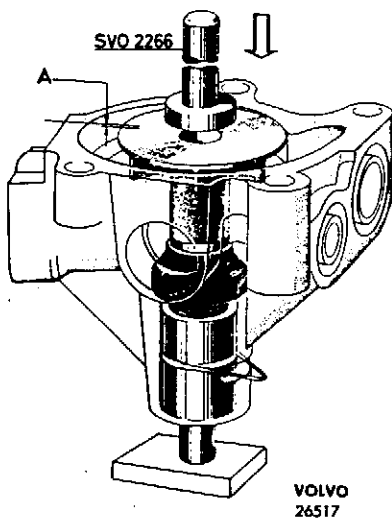

Abb. 80. Einbau des Flügelrades
3. Das Flügelrad mit dem Dorn SVO 2266 so weit aufpressen, daß das Rad in einer Flucht mit oder um 0,4 mm unter der Ebene des Pumpengehäuses liegt. Das untere Ende der Welle soll gegen einen Anschlag ruhen. Siehe Abb. 80.